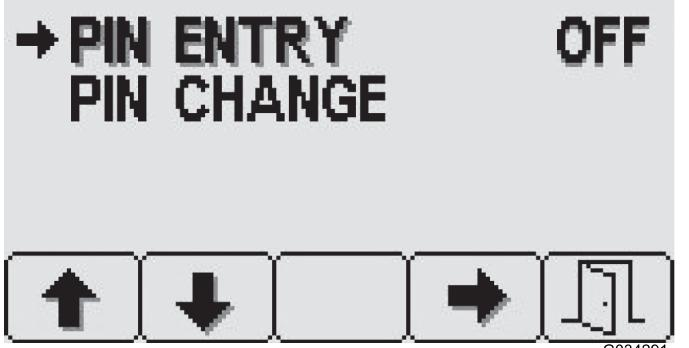

Figura 26
- Dalla schermata Impostazioni PIN, premete il pulsante 4 per selezionare Inserimento PIN e per attivare o disattivare il PIN (Figura 26).